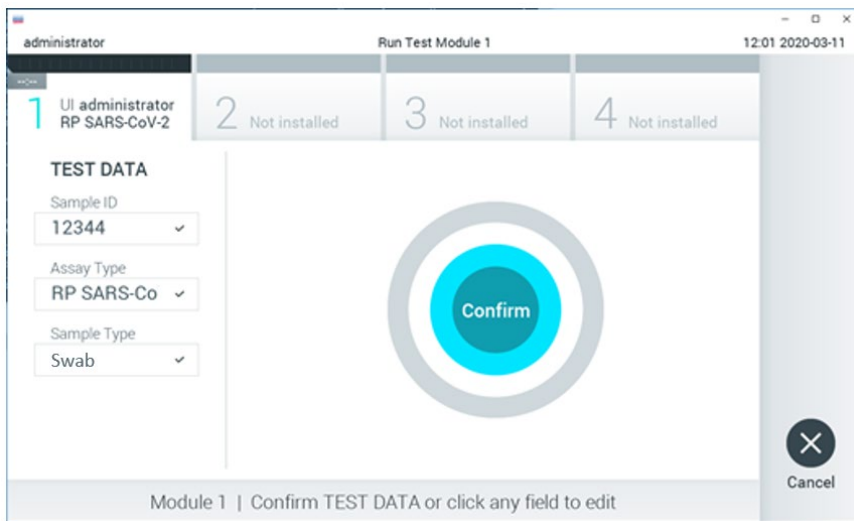

Figure 14. Confirmation de la saisie des données.
10. Appuyez sur Confirm (Confirmer) lorsque toutes les données affichées sont correctes. Si nécessaire, sélectionnez le champ correspondant pour modifier son contenu ou appuyez sur Cancel (Annuler) pour annuler le test (Figure 14).